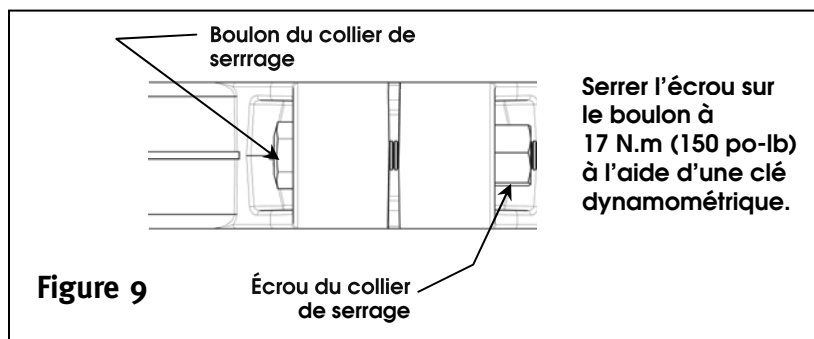

Figure 9
4. Ne jamais se contenter de serrer l'écrou sur le boulon à la main. Utiliser une douille de 19 mm (3/4 po) et une clé dynamométrique pour serrer l'écrou sur le boulon à un couple de 17 N.m (150 pouces-livres). (Voir la figure 9.)